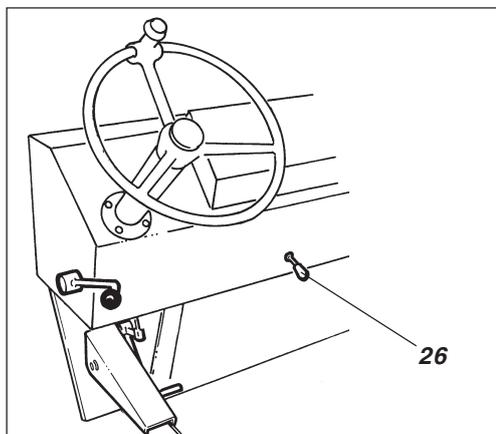

Fig. 19 *Siège de l'opérateur*
Vérifier la pression via la jauge de pression d'air des pneus (8). Mettre le levier de contrôle (26 fig. 19) en position centrale. Pousser vers le haut pour gonfler et vers le bas pour dégonfler.